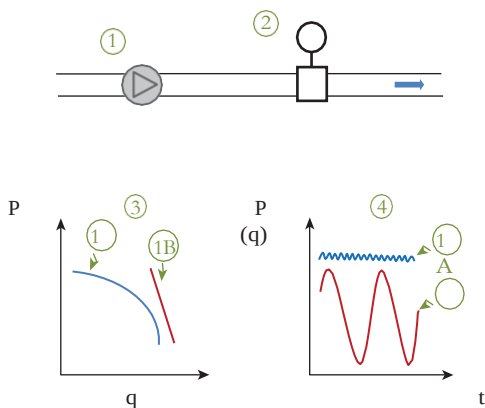

Рисунок 8.1. тношения подачи и давления.
Наиболее распространенным типом насоса является центробежный насос. Одна или несколько турбин вращаются с высокой скоростью внутри насоса и заставляют жидкость двигаться. Другой общий тип основан на объемном принципе, где небольшие камеры (части) жидкости двинуты последовательно от входа к выходу насоса (положительного типа смещения). Когда дело доходит до измерений, некоторые насосы (1) создают проблемы для расходомера (2), что приводит к нарушениям сигнала потока (рис. 8.1). Объемный насос будет вызывать изменения давления с той же частотой, что и движение камер насоса. Если камеры большие и движутся медленно, как в мембранном насосе, можно измерить изменение потока и давления. Если частота высокая (как в поршневом насосе), нестабильное давление может привести к появлению ложных сигналов и погрешностей измерения. В большинстве случаев для объемного насоса потребуется специальный расходомер, а в электронном счетчике будут полезны функции фильтра.